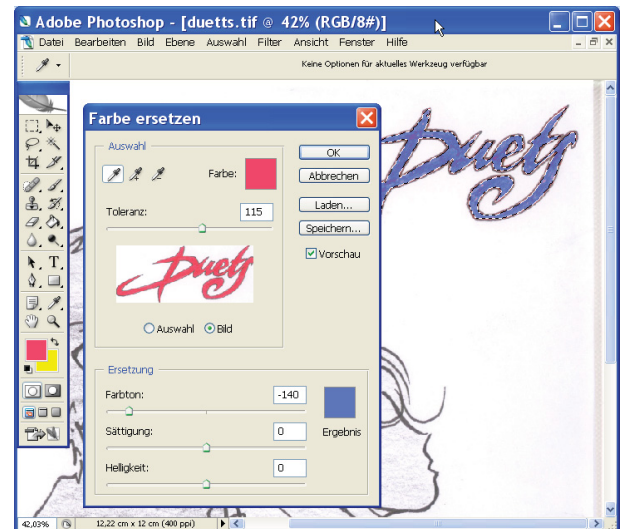

Abb. 11-58: Farbe ersetzen
- **M BILD | KORREKTUREN | FARBE ERSETZEN** ►► In dem sich öffnenden Fenster oder im Originalbild im Hintergrund werden mit der PIPETTE mittels Farbwahl die Bereiche ausgewählt, die eine neue Farbe erhalten sollen (Abb. 11-58).